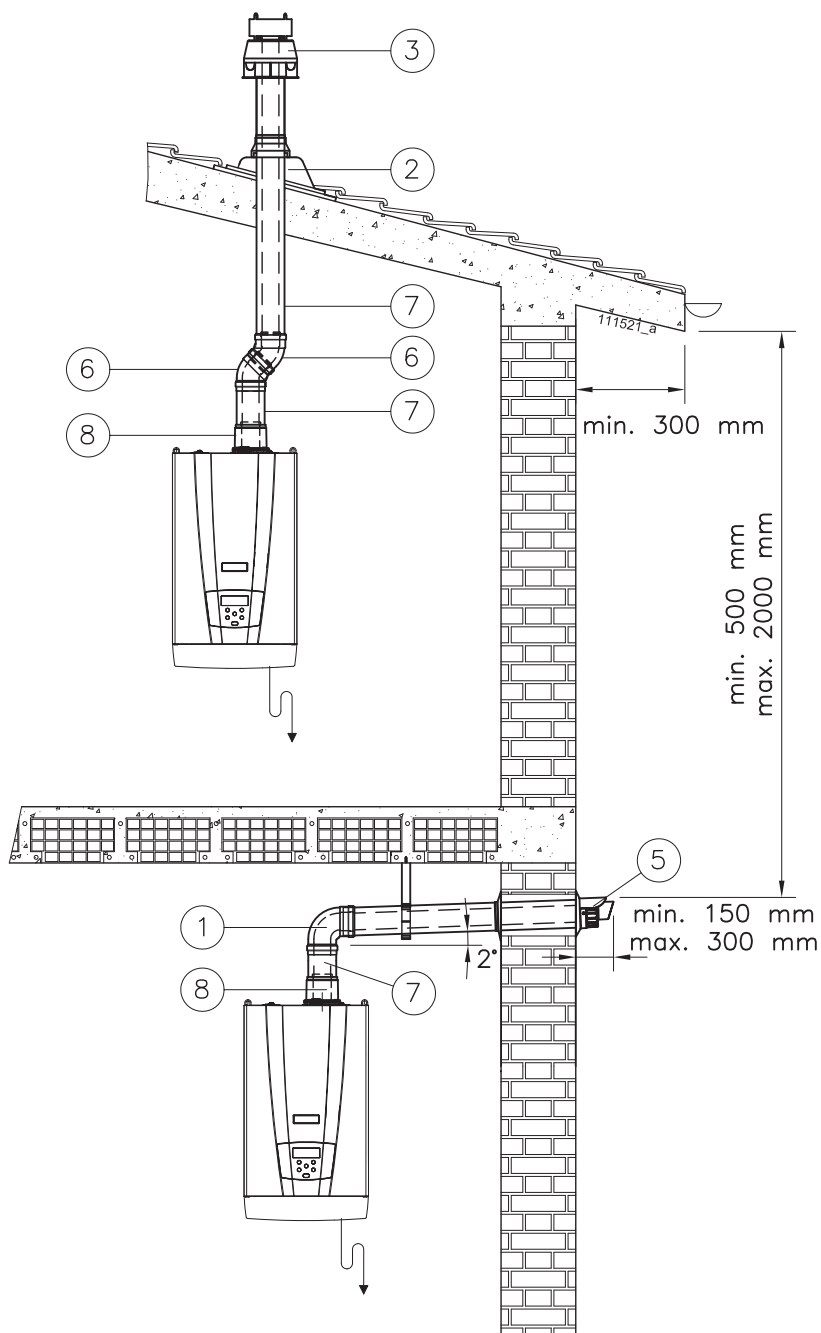

Figure 5-36 - Exemples d'installation du conduit coaxial
**ATTENTION !!! Après avoir effectué ces contrôles, vérifier que le terminal d'évacuation/ aspiration soit exposé à l'extérieur avec les tolérances fournies sur la Figure 5-36.**
Lorsque l'on effectue une évacuation coaxiale (voir Figure 5-36), verticale ou horizontale, il est essentiel de suspendre le conduit d'évacuation vers le haut afin de drainer la condensation à l'intérieur de l'appareil.
**ATTENTION !!!** Le terminal horizontal doit être protégé contre les infiltrations accidentelles d'eau de pluie. À cette fin, il doit être installé sous des toits en pente (ou sous des saillies, des balcons ou des protections spéciales) ayant les dimensions minimales indiquées sur la Figure 5-36.